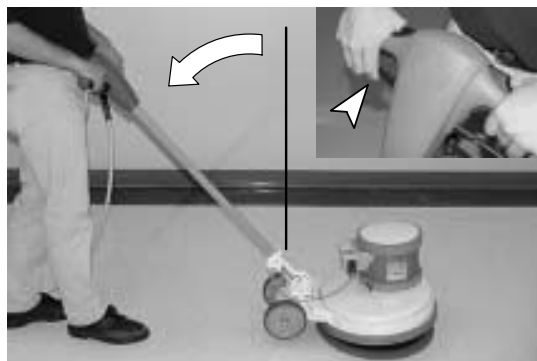

FIG. 10
3. Abaissez la poignée à une hauteur de manipulation souhaitée en tirant sur le levier d'ajustement de hauteur de la poignée. Relâchez le levier pour engager la poignée (Figure 10).